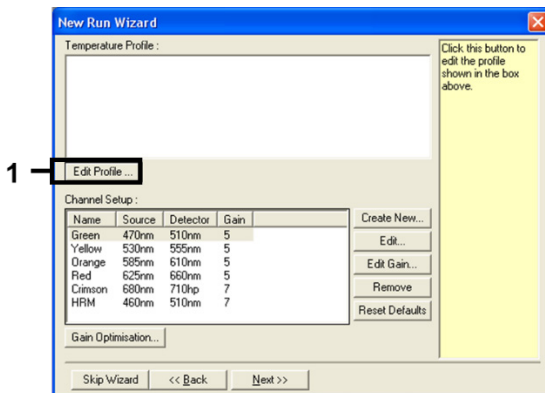

Figura 3. Edición del perfil.
- Haga clic en Edit Profile (Editar perfil) situado en el cuadro de diálogo «New Run Wizard» (Asistente para series nuevas) (figura 3) y defina los parámetros de la serie analítica según los pasos siguientes.